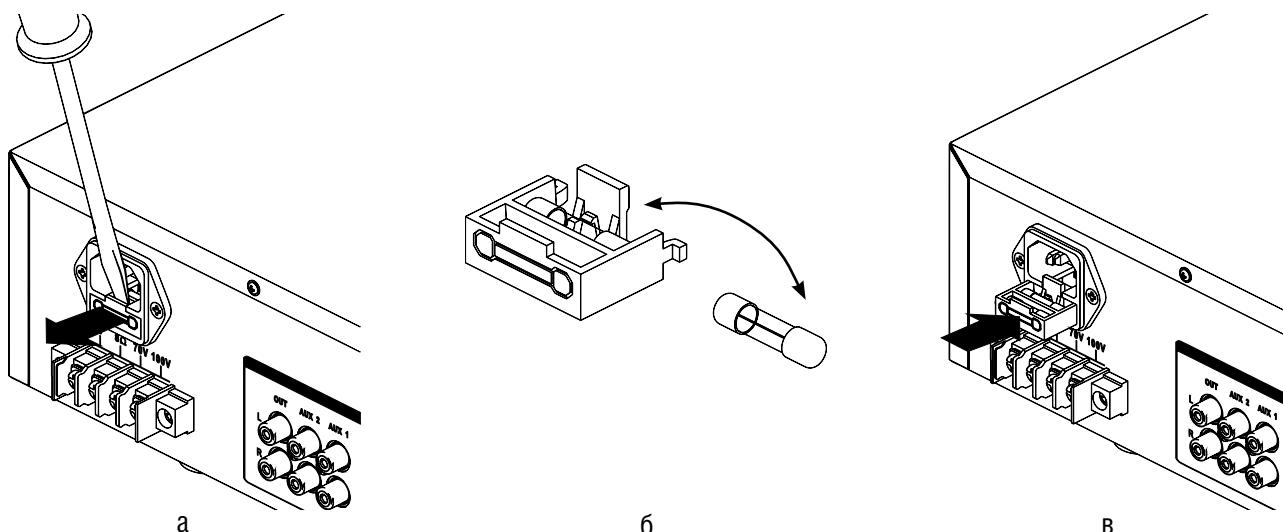

Рисунок 11.1 Порядок замены перегоревшего предохранителя
- Извлеките крышку предохранителя из трансляционного усилителя аккуратно поддев её шлицевой отвёрткой (**Рис. 11.1, а**).
- Замените перегоревший предохранитель исправным, предварительно убедившись, что в крышке не осталось посторонних предметов (**Рис. 11.1, б**).
- До упора вставьте крышку с исправным предохранителем в трансляционный усилитель (**Рис. 11.1, в**).